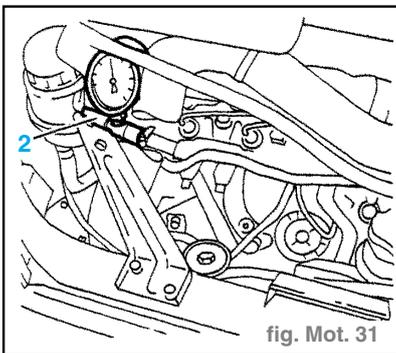

fig. Mot. 31
- Pincer le tuyau (2) avec un outil adéquat. (fig. Mot. 31)